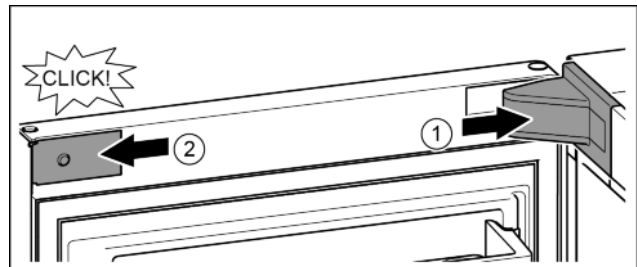

Fig. 18
- ▶ Afdekking van de lagerbus aanbrengen en vastklikken, en indien nodig, voorzichtig uit elkaar drukken. Fig. 18 (1)
- ▶ Paneel zijdelings aanbrengen en vastklikken. Fig. 18 (2)